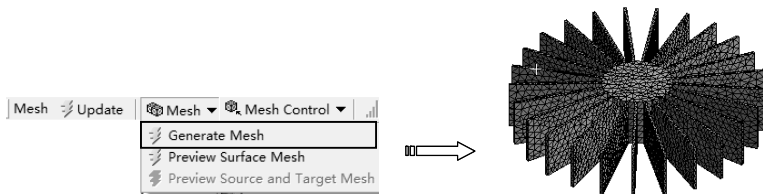

图 12-73 生成网格
3) 在【Outline (分析树)】中选择【Mesh】节点, 单击【Mesh】工具栏上的【Mesh (网格)】|【Generate Mesh (生成网格)】命令, 将弹出网格生成进度条, 表明正在划分网格。当网格划分完成后, 进度条自动消失, 最终生成效果如图 12-73 所示。